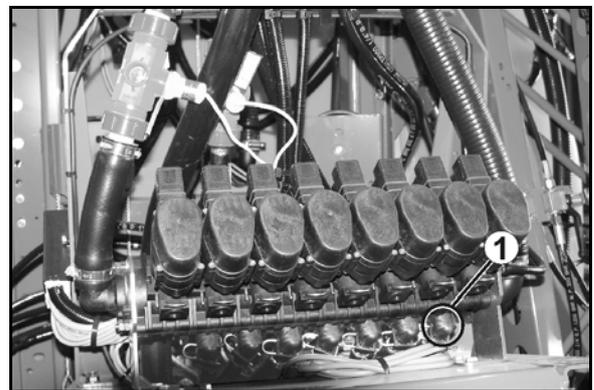

Fig. 190
1. Alle Spritzleitungen aus den Teilbreiten-Ventilen (Fig. 190/1) herausziehen.
1. Eine Spritzleitung aus einem Teilbreiten-Ventil (Fig. 190/1) herausziehen.